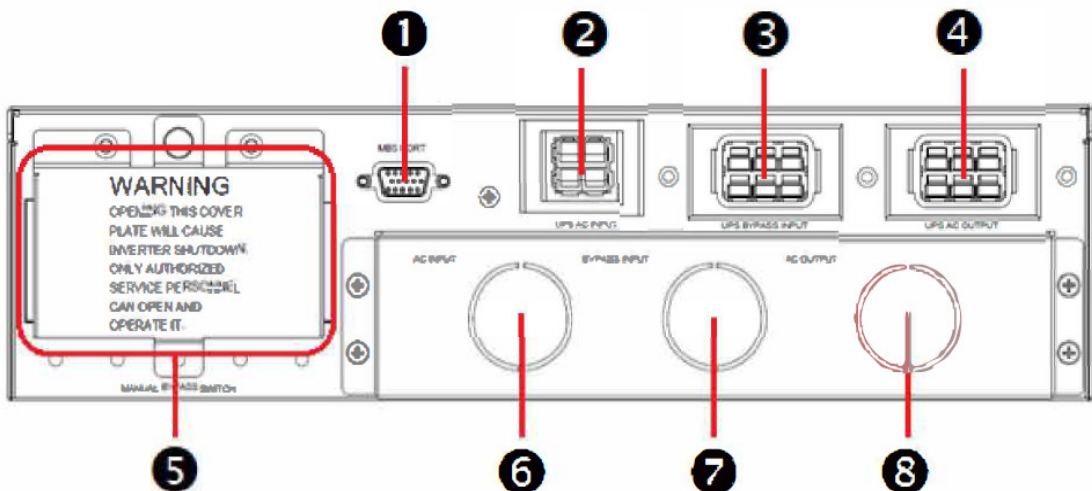

Рисунок 4-1. Задняя панель БСБ
Шаг ❶: Прикрепите входящие в комплект кронштейны с проушинами к БСБ и убедитесь, что все винты надежно затянуты. См. **Рисунок 4-1**.